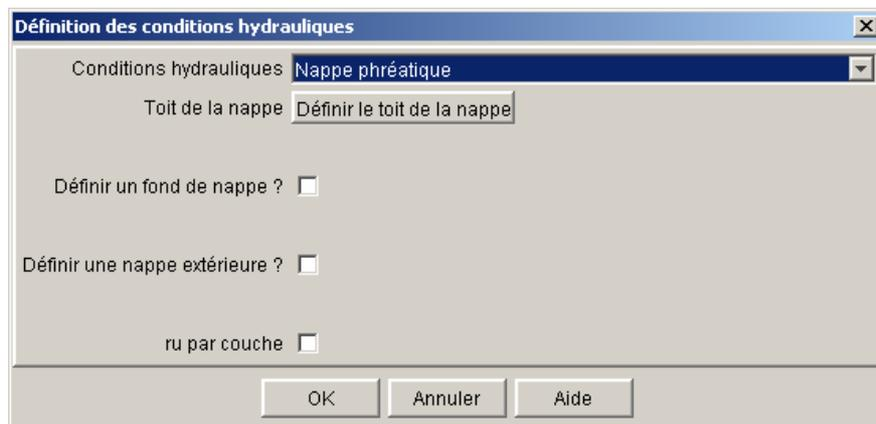

Figure 78 : définition d'une nappe phréatique
dans le menu contextuel (clic droit sur le libellé d'une phase), soit encore par le bouton  de la barre de boutons contextuelle. Une boîte de dialogue s'ouvre (Figure 78), et plusieurs types de définition sont possibles.
- Par nappe phréatique : il suffit de choisir l'option "Nappe phréatique" (Figure 78), puis de cliquer sur le bouton "Définir le toit de la nappe". Une nouvelle boîte de dialogue s'ouvre alors (Figure 79), et permet de saisir les points définissant la surface de la nappe.